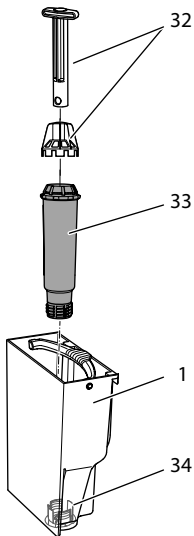

Fig. 19: Montaggio e smontaggio del filtro dell'acqua
- Rimuovere il filtro dell'acqua (vedere Fig. 19 a pagina 141).
9. Installare un filtro nuovo nel serbatoio dell'acqua (vedere Fig. 19).
3. Rimuovere il filtro dell'acqua (vedere Fig. 19).